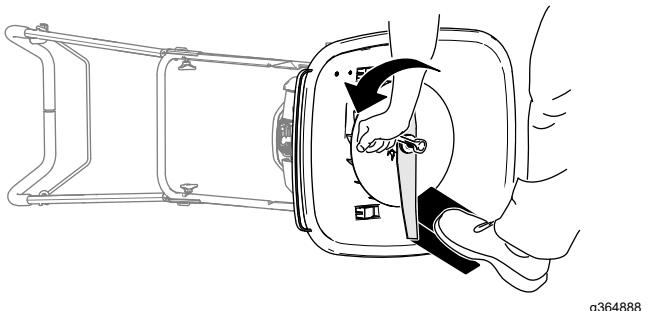

Figura 43
4. Utilice un bloque de madera para inmovilizar la cuchilla (Figura 43).